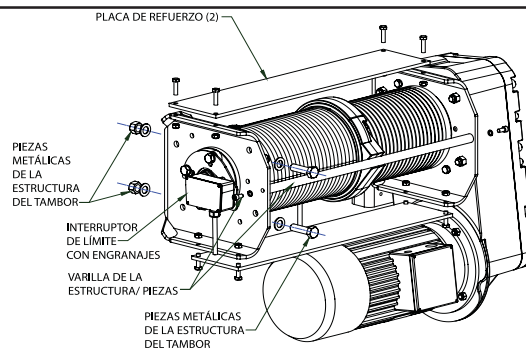

Figura 5-6. Estructura del Tambor e Interruptor de Límite con Engranajes (Se ilustran las estructuras "B" y "C")
b) Retire el interruptor de límite con engranajes o desconecte los cables, de forma tal que el cable eléctrico no impida la extracción del tambor. (ver Figura 5-6).
c) Retire el polipasto de la viga, colóquelo en el piso y suministre los medios adecuados para sostener el tambor antes de extraer el/los tornillo(s) de la varilla de la estructura y la placa de refuerzo (sólo para las Estructuras “B” y “C”) en la estructura del tambor del extremo externo (ver Figura 5-6).